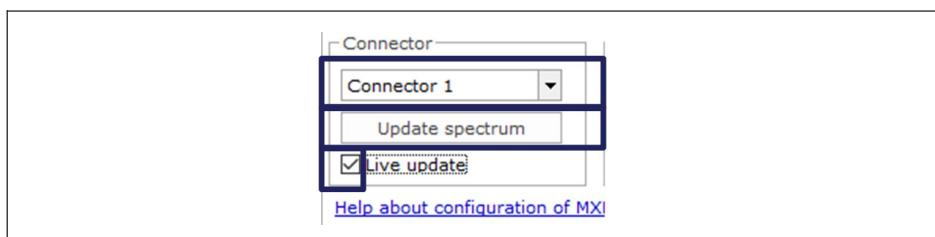

图4.8 更新光谱
- ▶ 在连接器框中更改所选的连接器（图4.8）。
- ▶ 要更新光纤光谱，请点击 Update spectrum（更新光谱）按钮（图4.8）。
- ▶ 如需持续更新，请勾选 Live update（实时更新）复选框（图4.8）。